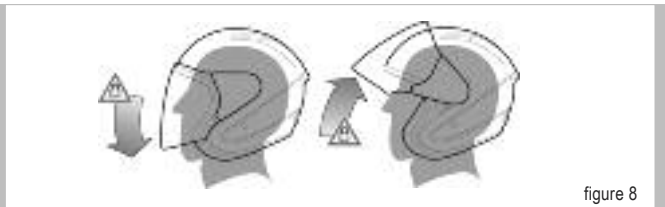

figure 8
**Actionnement** - voir figure 8